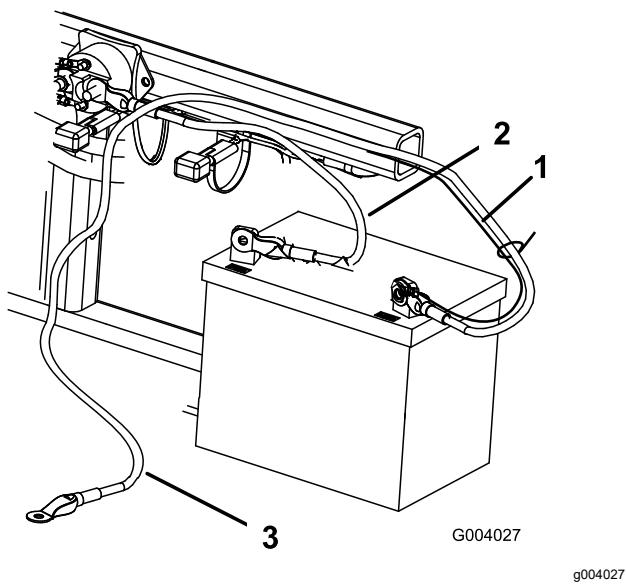

Figura 6
2. Fissate il cavo positivo (rosso) al morsetto positivo (+) con un bullone ($\frac{1}{4}$ " x $\frac{5}{8}$ ") e un dado di bloccaggio (Figura 6).
3. Fissate il cavetto nero e il cavo negativo (nero) al morsetto negativo (-) della batteria con un bullone ($\frac{1}{4}$ " x $\frac{5}{8}$ ") e un dado di bloccaggio ($\frac{1}{4}$) (Figura 6).